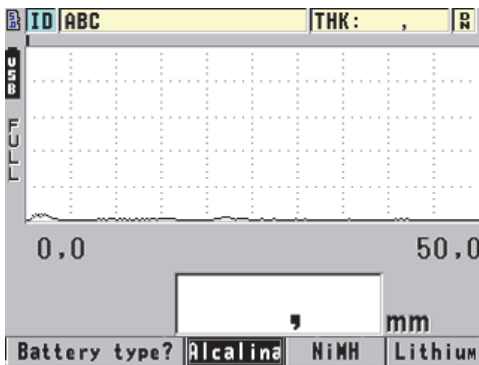

Figura 2-4 Selección del tipo de batería
12. Para responder a la pregunta que aparece en la parte posterior de la pantalla del equipo (véase la Figura 2-4 en la página 41):